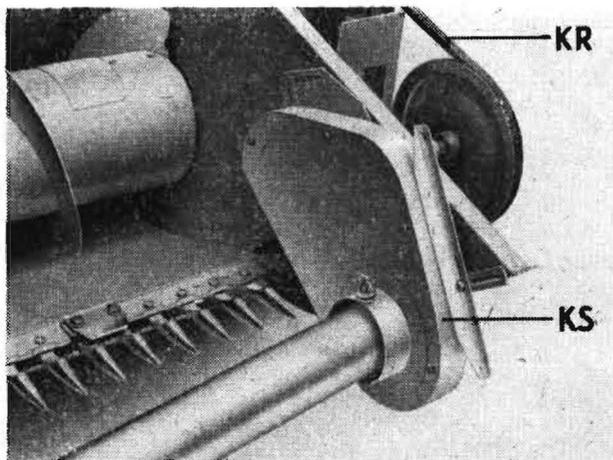

Bild 6/75
- Schutzspitze S einhängen und mit Flügelmuttern F und Platte P anschrauben (Bild 6/76).